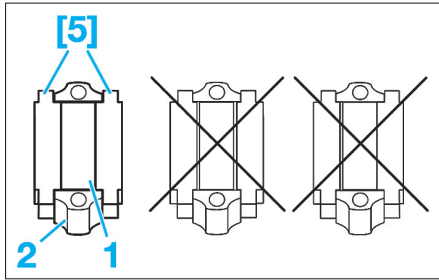

Fig. 60
- Monter dans leur chapeau, les coussinets (1) huilés suivant la classe déterminée pour chaque maneton. Ils doivent parfaitement être centrés sur la bielle (2) et le chapeau. Utiliser pour cela l'outil [5] (Fig.60).